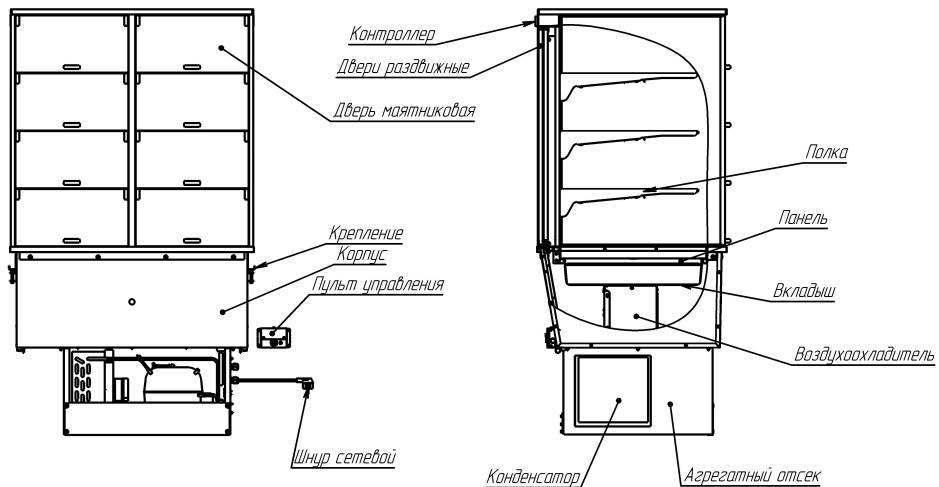

Рисунок 1
1.3.9 Контроллер, расположенный над раздвижными дверьми, (см. рис. 1) позволяет запрограммировать любой режим работы холодильной витрины. На предприятии «Атесис» установлен наиболее оптимальный режим и для исключения непроизвольного перепрограммирования введен код, блокирующий доступ к изменению режима работы холодильной витрины. В случае необходимости перепрограммирования режима работы, следует обращаться на завод-изготовитель или в авторизованный сервисный центр.
3.4 Для очистки ванны необходимо вынуть панели, либо гастроемкости с перемычками и вкладыш (см. рис. 1), после чего произвести очистку внутренних поверхностей ванны. Обратить внимание на отсутствие посторонних предметов в дренажных отверстиях на дне ванны.